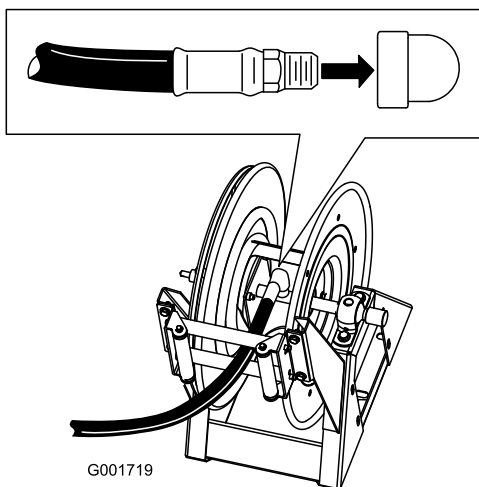

Figura 46
2. Înfăurai banda de Teflon® în jurul filetelor fittingului pentru furtun pe furtunul lung i montai fittingul în tubul de conectare de pe tambur (Figura 46).